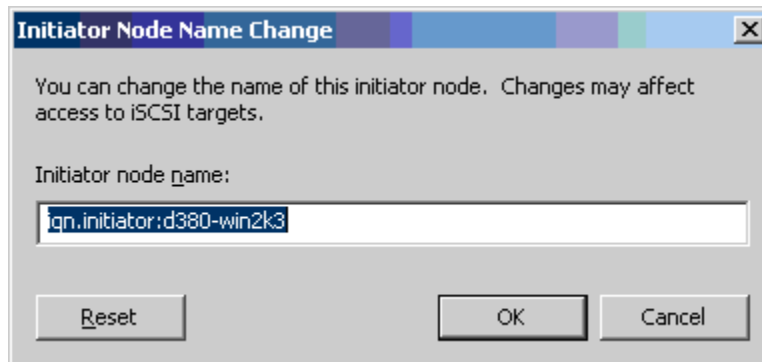

図 11-8. イニシエータノード名の変更
3. Initiator Node Name Change (イニシエータノード名変更) ダイアログボックス (図 11-8 を参照) で、新しいイニシエータの IQN 名を入力して、**OK** をクリックします。